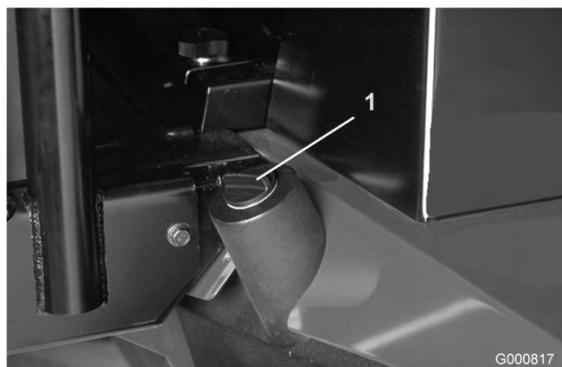

Figura 22
2. Pulite attorno al collo del bocchettone e del tappo del serbatoio idraulico (Figura 22). Togliete il tappo dal collo di riempimento.